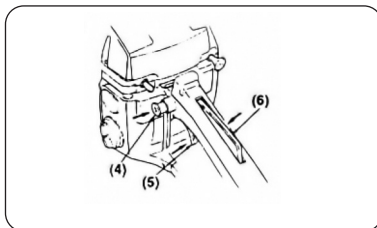

Рис. 8
- Удерживая рычажок дросселя и блокировку, отвести рычажок в исходное положение пуска (Рис. 8).